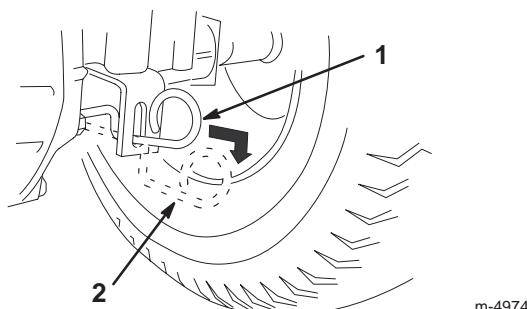

Figure 12
4. Tirez la commande de transmission en position de Poussée (Fig. 12).
**Remarque :** Cela a pour effet de débrayer la transmission et de permettre aux roues de tourner librement (Fig. 12).
Poussez la commande de transmission en position de Conduite (Fig. 12).